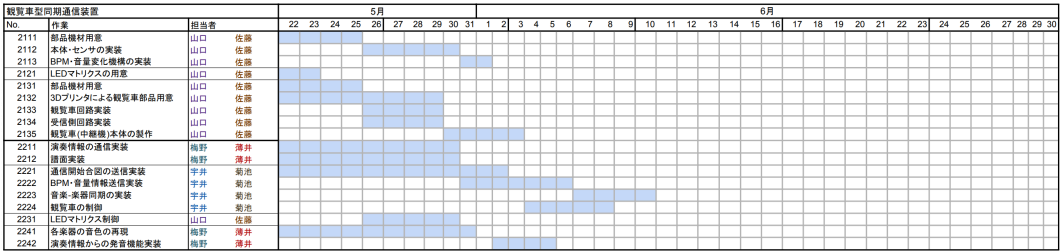

図 1 計画段階のガントチャート
最終計画書に記載された計画段階のガントチャート (GC) を図 1 に示す.